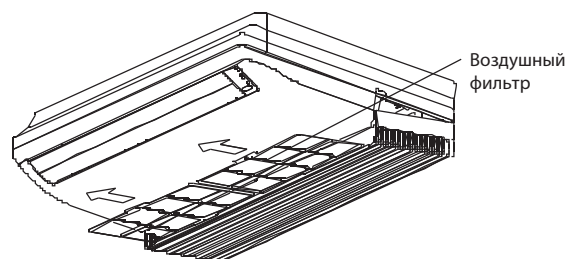

Рис. 6-2
2. Снимите воздушный фильтр (рис. 6-2).